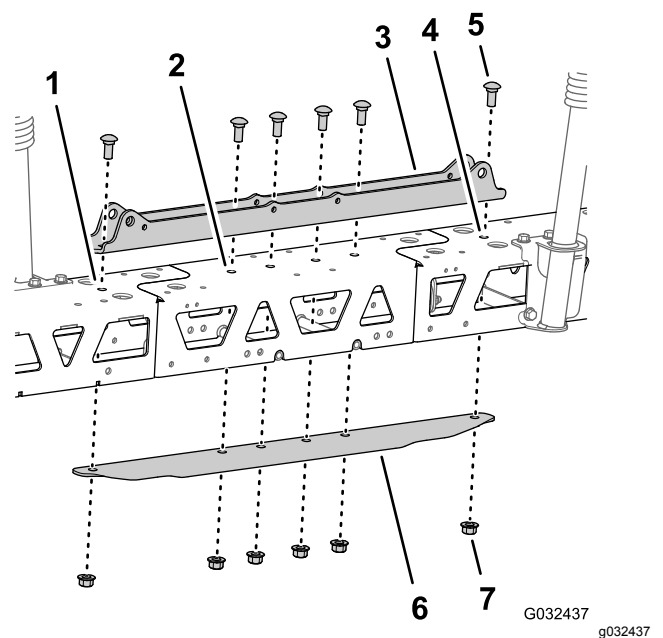

Figure 118
- Placez les trous du support de vérin en face des trous dans l'axe du cadre en treillis central (Figure 118).
- Insérez le profilé raidisseur dans les cadres en treillis central et extérieur, et alignez les trous dans le profilé et les trous dans l'axe du cadre en treillis central (Figure 118).
- Assemblez le support de vérin, les cadres en treillis, l'extension de rampe centrale et le profilé raidisseur à l'aide des 2 boulons de carrosserie (1/2" x 1 1/4") et des 2 contre-écrous à embase (1/2") que vous avez retirés à l'opération 3 de Dépose des buses de pulvérisation (page 40), et des 4 boulons de carrosserie (1/2" x 1 1/4") et des 4 contre-écrous à embase (1/2") du kit de finition du système de pulvérisation GeoLink (Figure 118).